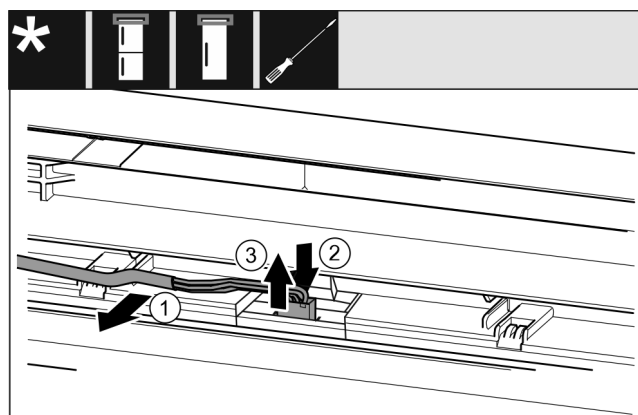

Fig. 24 Combinazioni frigorifero/congelatore / congelatori / refrigeratori*
- Allentare con cautela il cavo Fig. 24 (1) dalla guida nella porta.*
- Spingere all'indietro la linguetta Fig. 24 (2) dietro la presa.*
- Estrarre delicatamente la presa Fig. 24 (3) verso l'alto.*